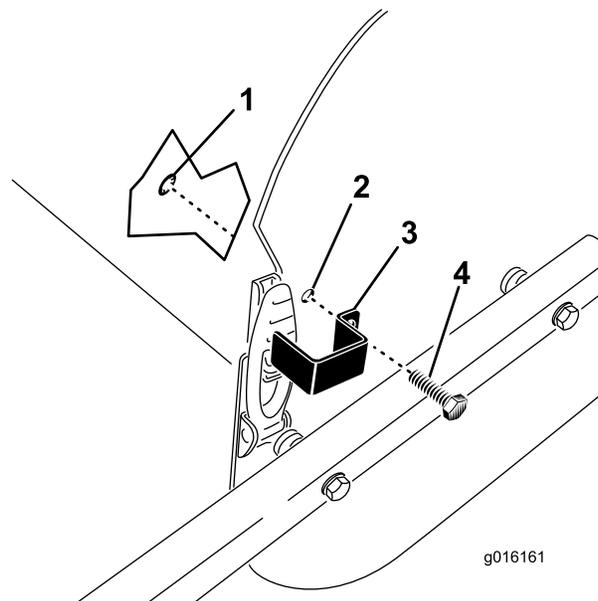

図 31
2. ラッチプレートをサイドプレートに固定する；タップボルトとリテーナリングを使用する（図 31）。
1. ラッチプレートの取り付け穴をサイドプレートの穴に合わせて、フードラッチへの取り付け位置を決める（図 31）。